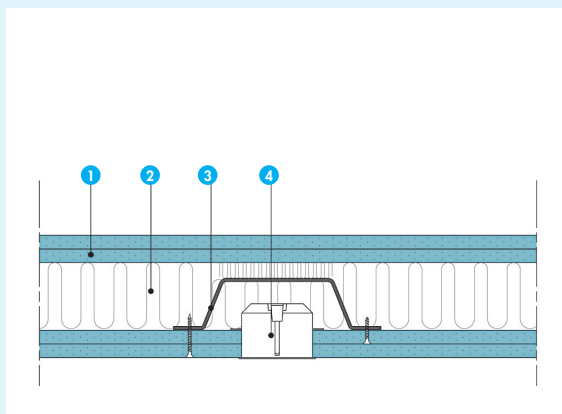

Fig. 9
- Soit en utilisant les Capots RX (plomb) (fig. 9 et 10)